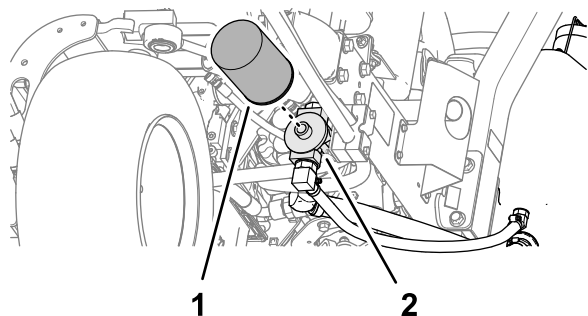

図 92
- フィルタ取り付け部の周辺をウェスできれいにぬぐう。フィルタ **図 92** の下に廃油受けを置いてフィルタを外す。